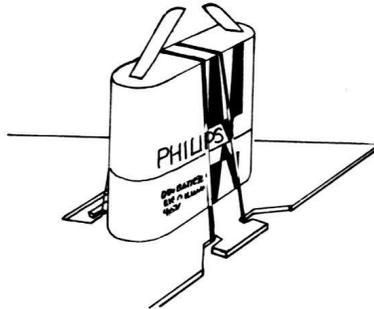

Abb. 1
- 1.5. Zum Befestigen aller Geräte und zum Aufbau vieler Versuche dient die Grundplatte. Für die Flachbatterie ist eine besondere Halterung vorgesehen. Sie wird aufrecht auf die Grundplatte gestellt und dann einfach mit einem Gummiband festgespannt (Abb. 1).